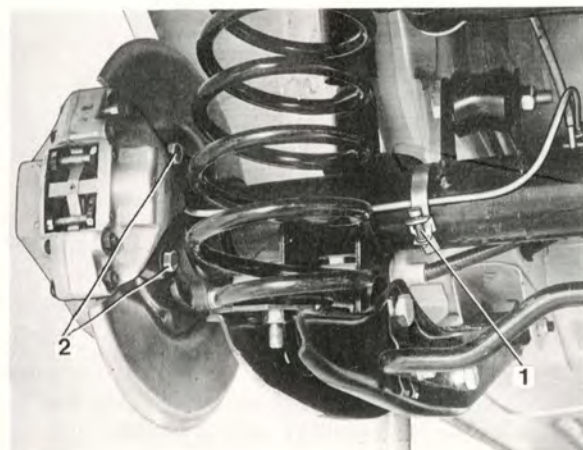

Bild 5-17.
3. Demontera klamman (1 bild 5-17) för bromsröret, samt skruva ur fästsruvarna (2) för oket.
12. Klamra fast bromsröret till bakaxeln (bild 5-17).
6. Demontera klamman (1 bild 5-17 för bromsröret, samt skruva ur fästskruvorna (2) för oket.
21. Klamma fast bromsröret till bakaxeln (bild 5-17).